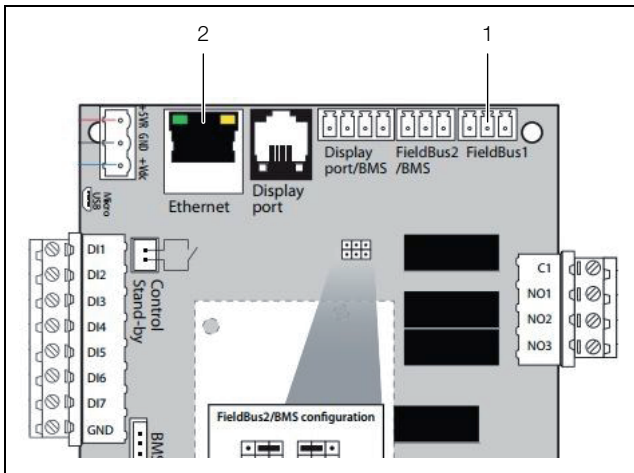

Fig. 10: Collegamenti
- Utilizzare la porta «FieldBus1» della scheda (fig. 10, pos. 1), per collegare l'apparecchio a un dispositivo di monitoraggio
- Utilizzare la porta «Ethernet» della scheda (fig. 10, pos. 2), per collegare l'apparecchio e monitorarlo tramite pagine web.